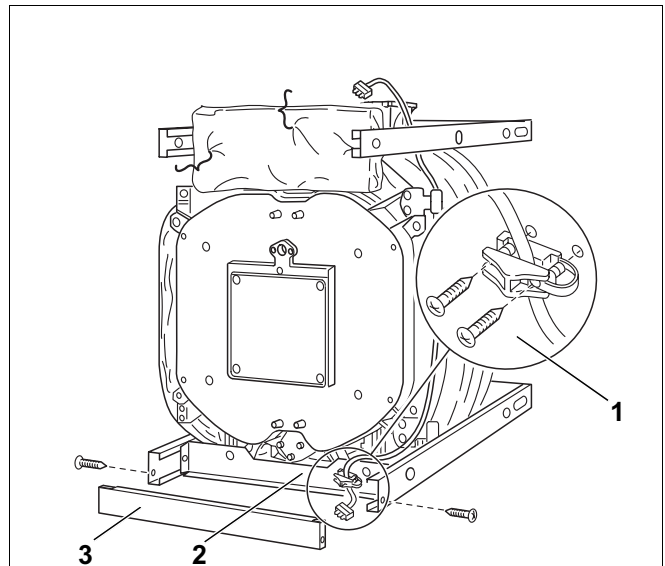

Fig. 40
- Skru strekkavlastningen for brennerkabelen (fig. 40, **pos. 1**) på den nedre tverrtraversen, alt etter om døranslaget er på høyre eller venstre side (fig. 40, **pos. 2** – for brennerdøranslag på høyre side).
- Skyv det fremre sokkelpanelet (fig. 40, **pos. 3**) forfra inn i de nedre langsgående traversene og skru det sammen med traversene.